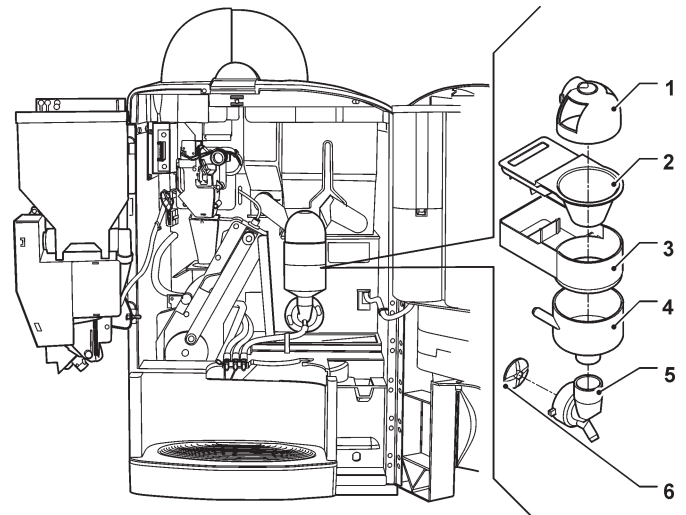

Fig. 8
- quitar (véase la fig. 8) de los mixer los embudos de los polvos, los embudos del agua, las tolvas, las cajas de depósito de los polvos y las paletas de los molinillos;